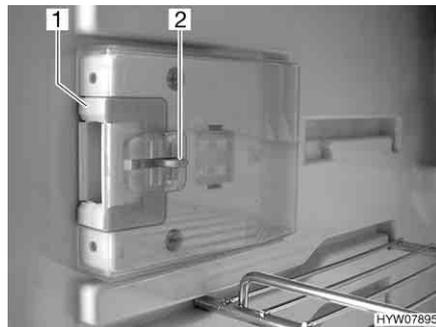
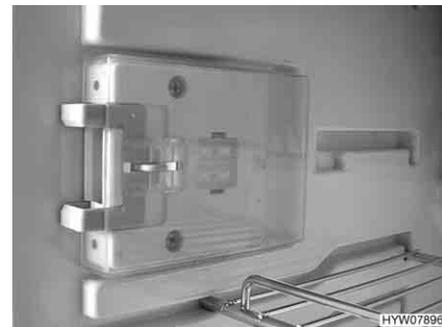

Fig. 221 Dispositivo di chiusura in posizione normale
Fig. 222 Dispositivo di chiusura in posizione di ricircolo d'aria
■ Premere il dispositivo di sblocco (Fig. 221,2).
■ Spingere il dispositivo di chiusura (Fig. 221,1) in avanti (Fig. 222).